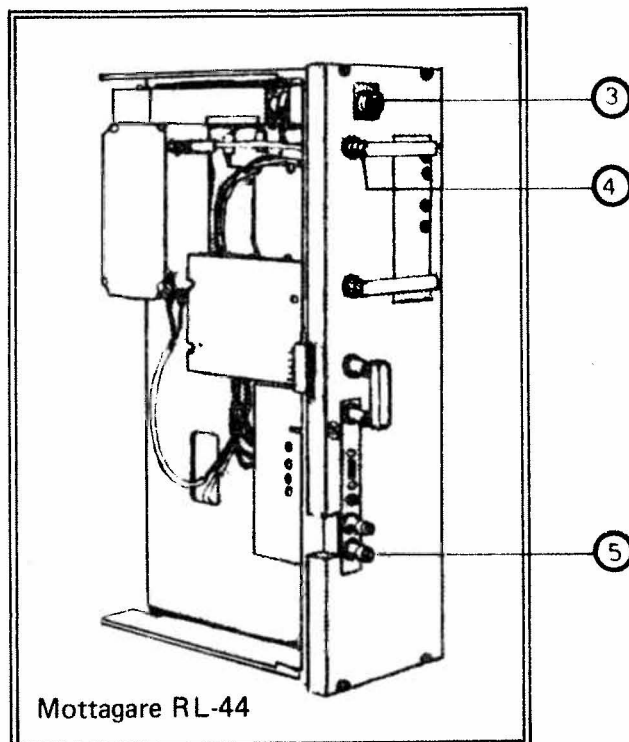
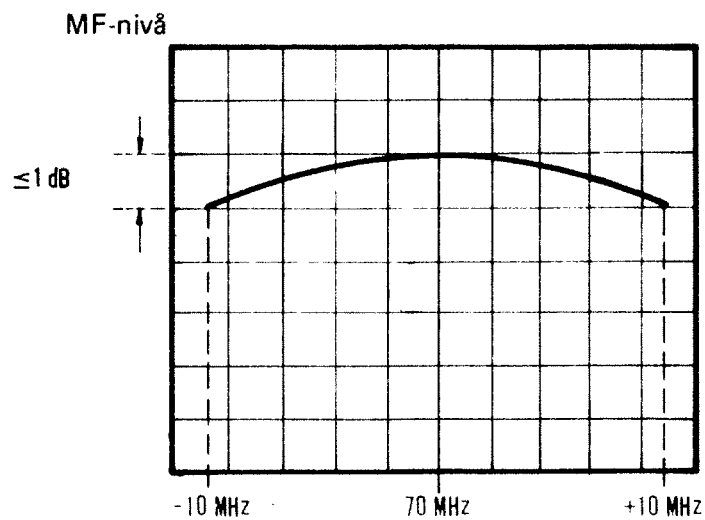
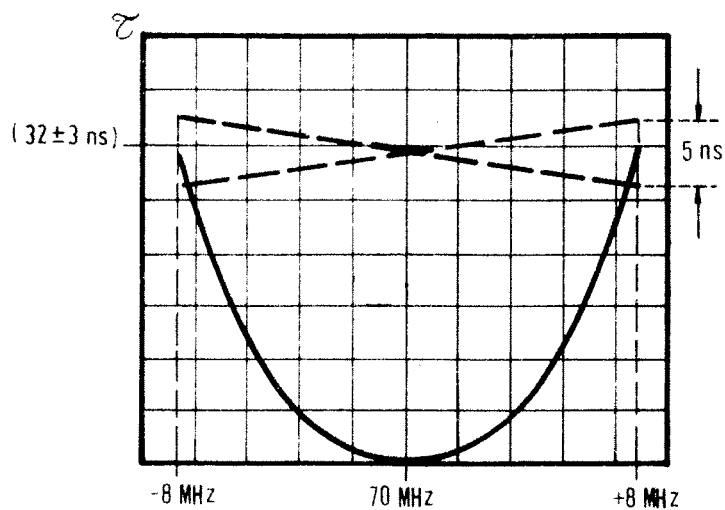
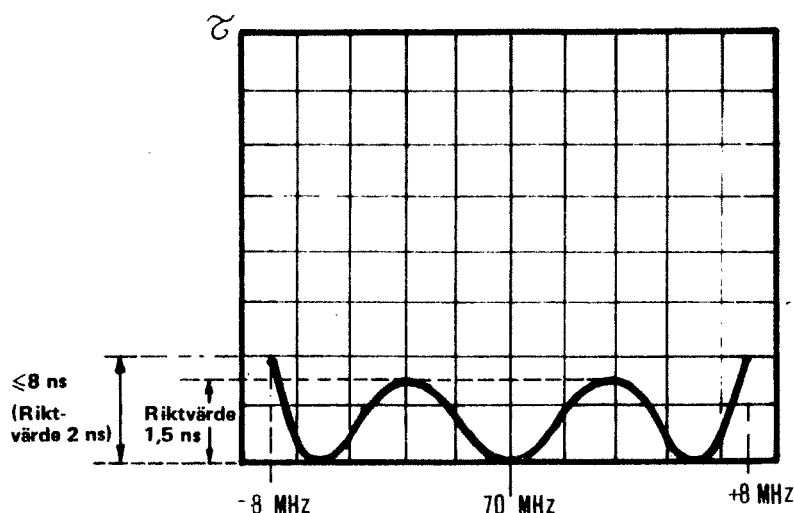

Bild 3
Bild 4
Bild 5
Bild 6. Riktvärden grupplöptidsdistorsion
Kontrollera, med en HF-effektmeter ansluten till hylstaget (5), bild 3, att MF-förstärkarens uteffekt är +5 dBm $\pm 0,5$ dBm. Vid be-hov, justera med potentiometern P2 i MF-förstärkaren (474.220.044L).
3.4.2.1 Koppla upp enligt bild 3.
- 3.4.2.3 Anslut mottagare IF/BB till uttaget ④ bild 3. Kontrollera amplitudlinjäriteten enligt bild 4.
- 3.4.2.4 Kontrollera att grupp-löptidsdistorsionen τ i uttaget ④ bild 3, är symmetriskt enligt bild 5.
- 3.4.2.5 Kontrollera att amplitudlinjäriteten i uttaget ⑤ bild 3, är högst 1 dB för 70 MHz $\pm$ 8 MHz. Kontrollera även att grupplöptidsdistorsionen överensstämmer med bild 6. Grupplöptidsdistorsionen får inte överstiga 8 ns. Justera eventuellt med spolen L5 och kondensatorn CV3 (låga frekvenser) samt spolen L6 och kondensatorn CV4 (höga frekvenser) så att en optimal grupplöptidsdistorsion erhålls.
Ta bort koaxiallänken från mottagarens HF-ingång(uttaget ③ bild 3) och anslut en inställbar dämpare (0-60 dB) i stället för koaxiallänken. Ställ dämparen på 0 dB och läs av instrumentutslaget P_R på mätenheten.